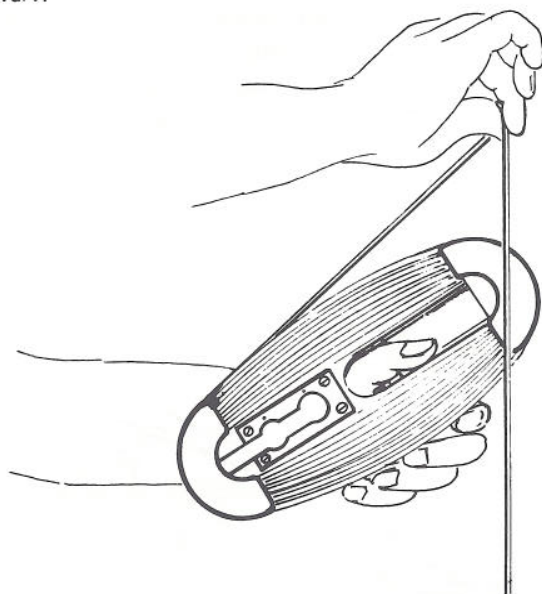

Bild 39. Upprullning av förlängningskabel
- Förlängningskabeln skall rullas upp på sin vinda. Stick därvid ena handens tumme i vindans hål (bild 39) och lägg kabeln på vindan med den andra handen. För att kabeln inte skall bli snodd och svårhanterlig måste vindan under upprullningen flyttas från den ena handen till den andra efter ungefär vart femte varv.